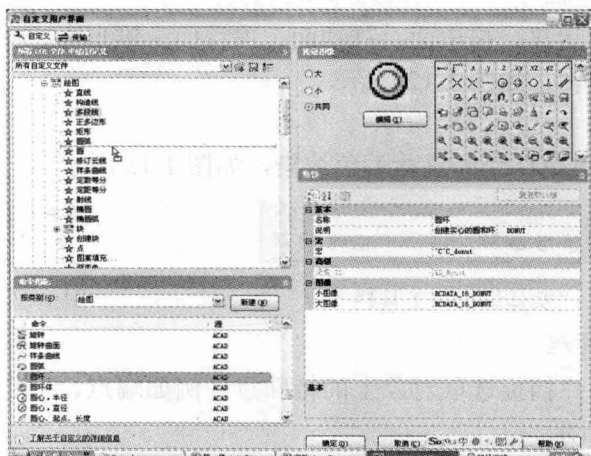

图 1-19 选取要显示的命令按钮
(1) 在任意工具栏上单击鼠标右键，然后在弹出的快捷菜单中执行“自定义”命令，开启“自定义用户界面”对话框。
(2) 在“命令列表”下拉菜单中选取“绘图”选项，然后用鼠标左键按住要添加的“圆环”按钮，拖动它到相对应的工具栏上放置，如图 1-19 所示。